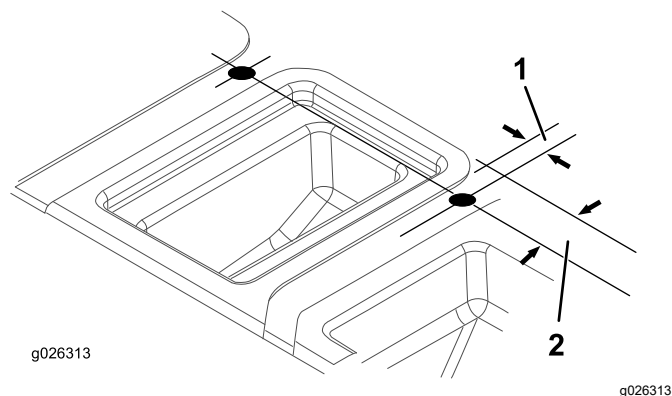

Figura 12
7. Perfore un orificio en cada uno de los hoyuelos de la parte superior de la moldura del asiento, como se muestra en la Figura 12.